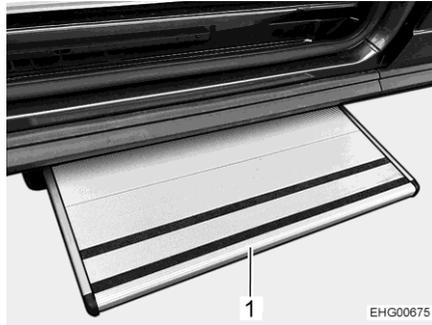

Bild 5 Eintrittstufe
- Eintrittstufe (Bild 5,1) von Hand vorsichtig und langsam hineinschieben.